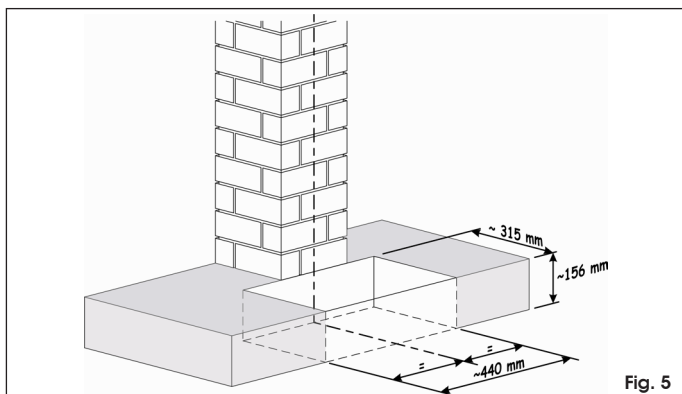

Fig. 5
1. Efectuar una excavación para los cimientos tal como se ilustra en la Fig. 5.